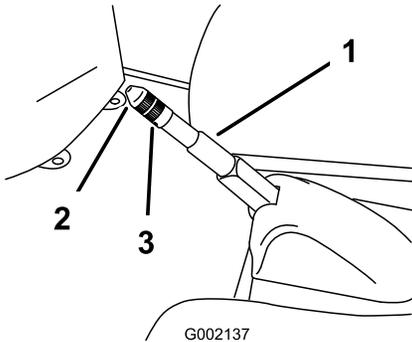

Figura 45
2. Allentate la vite a pressione che fissa la manopola alla leva del freno di stazionamento (Figura 45).